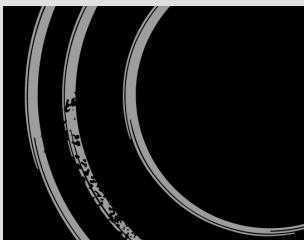

рис. 5
**Сахар и сладкие блюда** могут сильно повредить стеклокерамическую поверхность (рис. 5), поэтому во избежание повреждения поверхности немедленно удаляйте их с помощью скребка, даже если варочная поверхность еще не остывла (рис. 4).